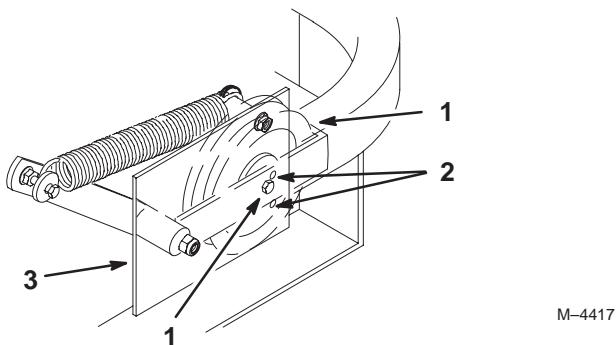

Figure 72
**Important** Vérifiez que la courroie est bien en place dans les guides avant et arrière (Fig. 72).
- Vérifiez la tension de la courroie. Le boulon central de la poulie de tension rappelée par ressort doit se trouver près du trou d'alignement supérieur de la plaque de support gauche (Fig. 72).